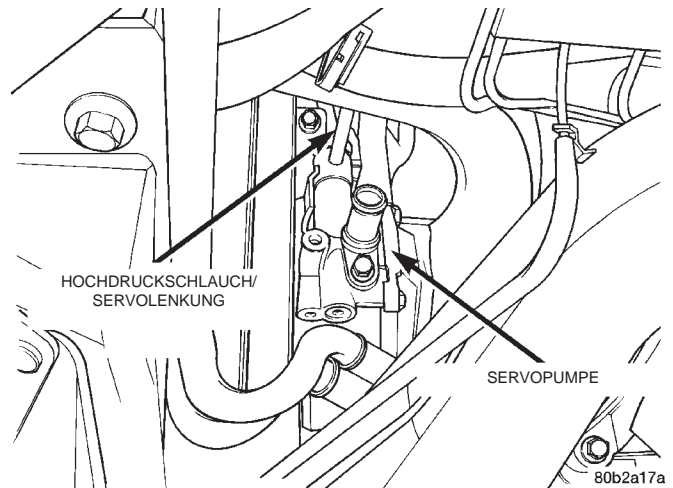
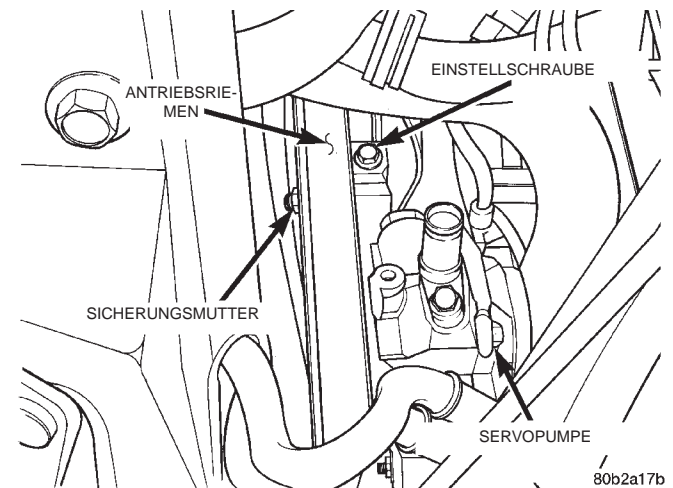

Abb. 10 Hochdruckschlauch an der Servopumpe
Abb. 11 Sicherungsmutter und Einstellschraube der Spannvorrichtung
- (5) Das Servoöl aus dem Ölbehälter und der Servopumpe ablaufen lassen und auffangen.
- (6) Eine Verschlusskappe in den Anschlussstutzen des Ölbehälters stecken, damit beim Ausbau der Servopumpe kein Öl herausläuft.
- (7) Hochdruckschlauch vom Anschluss an der Servopumpe lösen (Abb. 10).
- (8) Das restliche Servoöl aus der Servopumpe ablaufen lassen und auffangen.
- (9) Kabelbaum-Steckverbinder vom Druckschalter an der Seite der Servopumpe abziehen.
- (10) Sicherungsmutter an der Vorderseite der Riemenscheibe (Abb. 11) der Spannvorrichtung für den Keilrippenriemen lockern.
- (11) Mit der Einstellschraube (Abb. 11) die Spannung des Servopumpenantriebsriemens lockern.
- (12) Antriebsriemen von der Riemenscheibe der Servopumpe abnehmen.
(3) Befestigungsschrauben der Servopumpe mit einem Anzugsmoment von 28 N·m (250 in. lbs.) festziehen.
(4) Antriebsriemen auf die Riemenscheibe der Servopumpe legen. Anleitungen zur Montage und Einstellung der Riemenspannung siehe Kapitel 7, "Kühlsystem".
(5) Sicherungsmutter an der Vorderseite der Riemenscheiben-Spannvorrichtung für den Keilrippenriemen (Abb. 11) festziehen.
(6) Kabelbaum-Steckverbinder am Druckschalter der Servolenkung anschließen.
(7) Hochdruckschlauch am Anschluss der Servopumpe montieren (Abb. 10). Die Überwurfmutter mit einem Anzugsmoment von 47 N·m (35 ft. lbs.) festziehen.